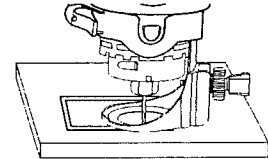

Fig. 7
8. Cuando el motor alcance la velocidad debida, mueva lentamente la herramienta a una posición derecha, dejando que la broca corte la pieza de trabajo (ver la fig. 7). Cuando la herramienta esté derecha y la broca haya perforado la pieza de trabajo, mueva lentamente la herramienta en sentido horario con una presión pareja para hacer el corte.